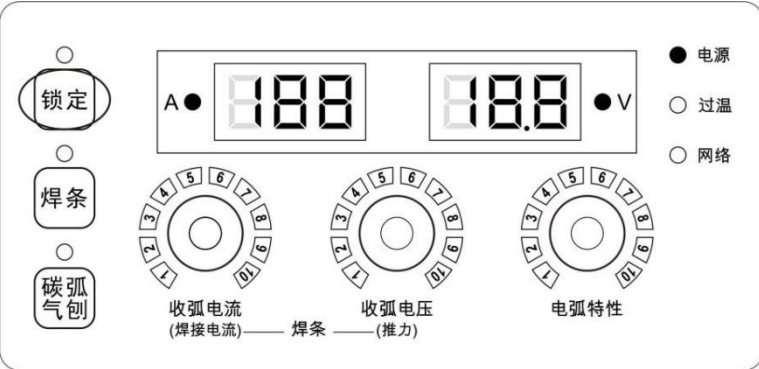

图 3-29 非锁定界面
2. 长按**锁定键**，锁定指示灯熄灭，退出普通锁定，恢复到非锁定状态，如图 3-29 所示。